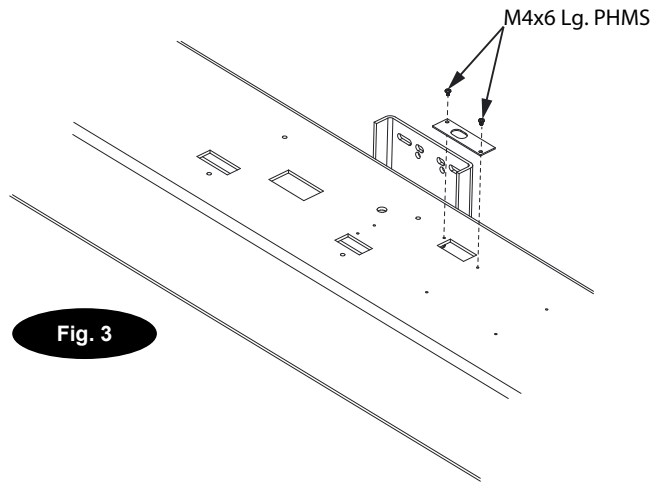

Fig. 3
Con la colonna dell'alimentatore distesa al suolo, montare il relativo coperchio utilizzando (2) viti M4x6 a testa tonda appiattita Fig. 3